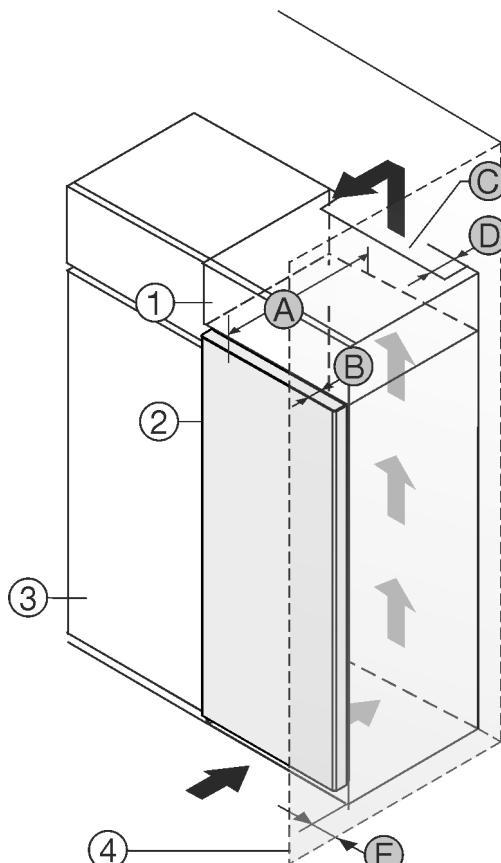

Fig. 1
Prietaisą galite statyti iš karto šalia virtuvės spintelės Fig. 1 (3).*
Galinėje uždedamos spintelės pusėje turi likti tarpas ventiliacijai, kurio gylis Fig. 1 (D) būtų per visą uždedamos spintelės plotą.*
Po patalpos lubomis turi būti laikomasi vėdinimo angos skerspjūvio Fig. 1 (C).*
Jei prietaisas su lankstais statomas greta sienos Fig. 1 (4), mažiausias atstumas tarp prietaiso ir sienos turi būti 13 mm.*
Jei prietaisas su lankstais statomas greta sienos Fig. 1 (4), mažiausias atstumas tarp prietaiso ir sienos turi būti 20 mm.*
Kad durys atsidarytu iki galio, palyginti su šaldytuvo priekiu, prietaisas turi išsikišti bent per savo durų gylį Fig. 1 (B). Priklausomai nuo virtuvės spintelės Fig. 1 (3) gylio ir atstumą iki sienos nustatancių detalių naudojimo, prietaisas gali išsikišti daugiau.*